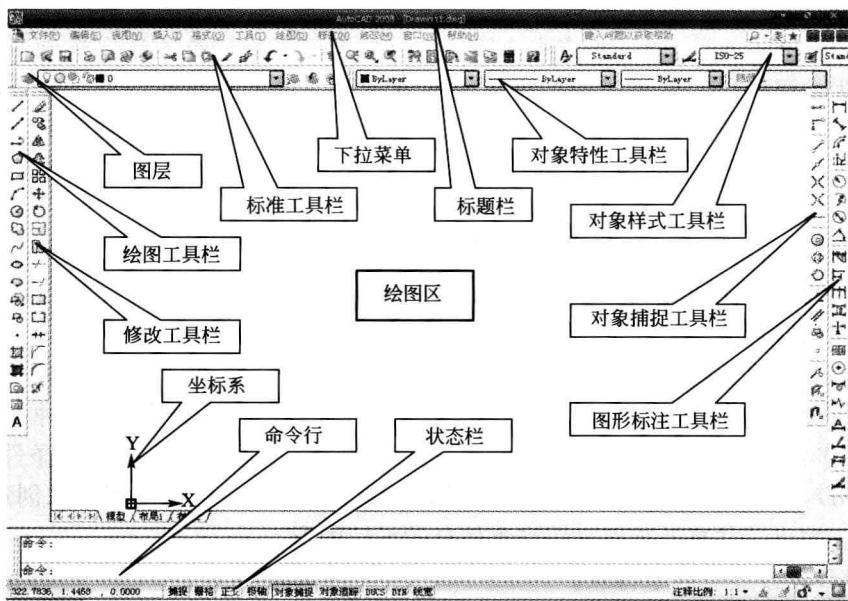
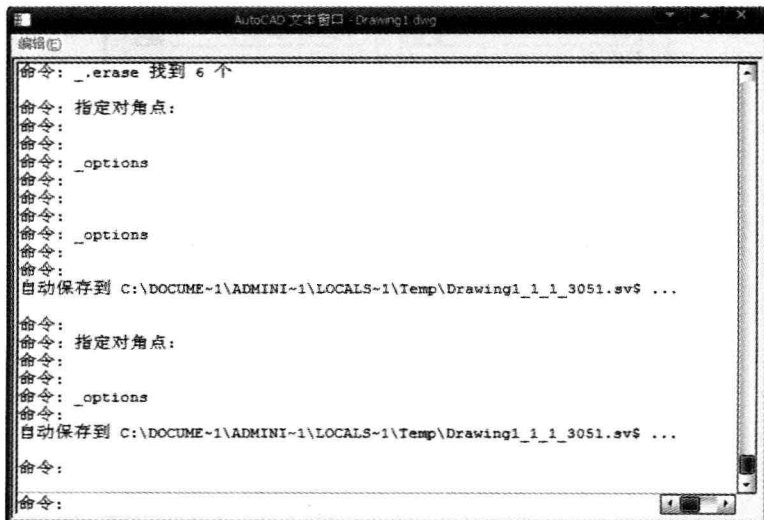

图 1.1 AutoCAD 2008 的绘图工作界面
图 1.9 文本窗口
在用户正确安装了 AutoCAD 2008 之后,双击桌面上的 AutoCAD 2008 图标^①就可以启动 AutoCAD 2008,进入 AutoCAD 2008 的绘图工作界面,如图 1.1 所示。AutoCAD 2008 的绘图工作界面主要由标题栏、下拉菜单、工具栏、绘图窗口、光标、坐标系图标、状态栏和命令行窗口等几个部分组成,下面分别介绍这些部分的功能。
命令行窗口在 AutoCAD 绘图窗口和状态栏的中间, 如图 1.1 所示。命令行是 AutoCAD 与用户进行交互对话的地方, 它用于显示系统的信息及用户输入信息。在实际操作中应该仔细观察命令行所提示的信息。由于命令行窗口较小, 不能容纳大量的文本信息, 因此 AutoCAD 又提供了文本窗口, 默认时文本窗口是隐藏的, 可以使用 F2 键来显示该窗口, 如图 1.9 所示。